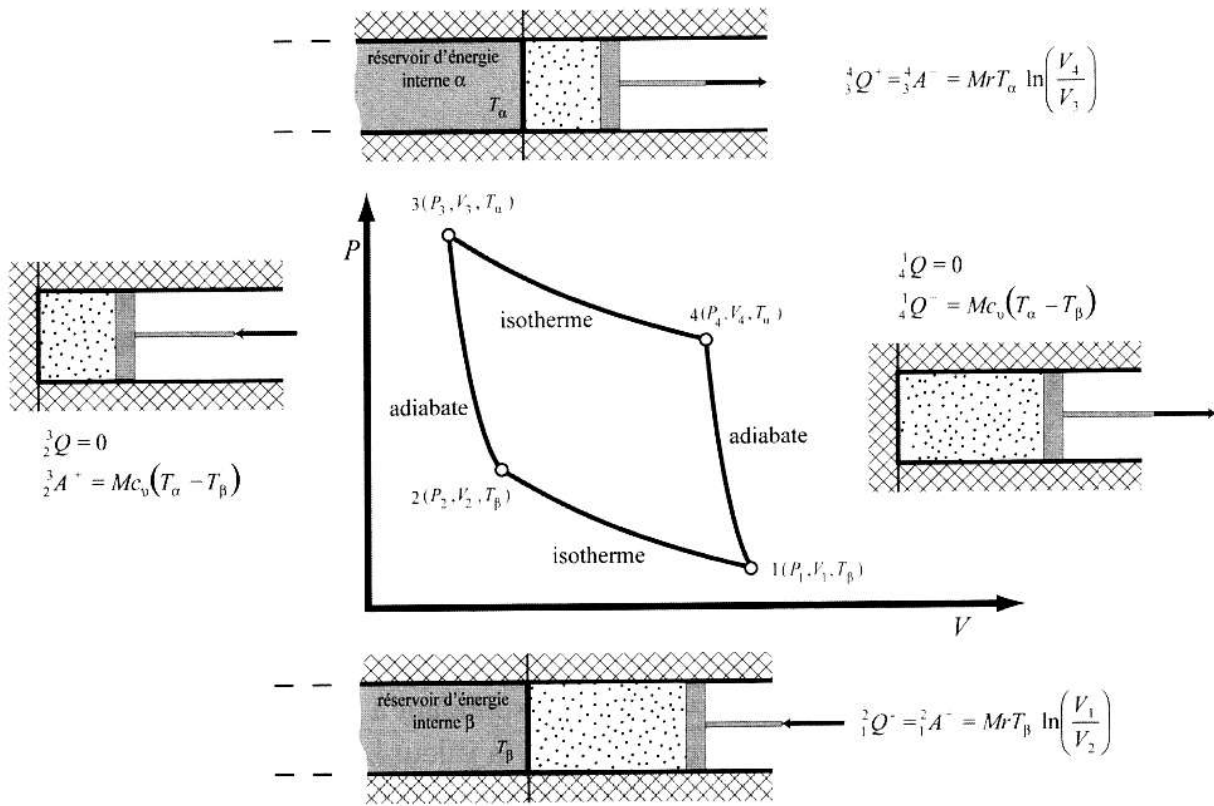

Figura 1.15 Ciclo de Carnot.
- La entropía (S) y la temperatura termodinámica (T) se introdujeron como magnitudes fundamentales.
- Esta propiedad puede confirmarse a través del Ciclo de Carnot de la Figura 1.15: